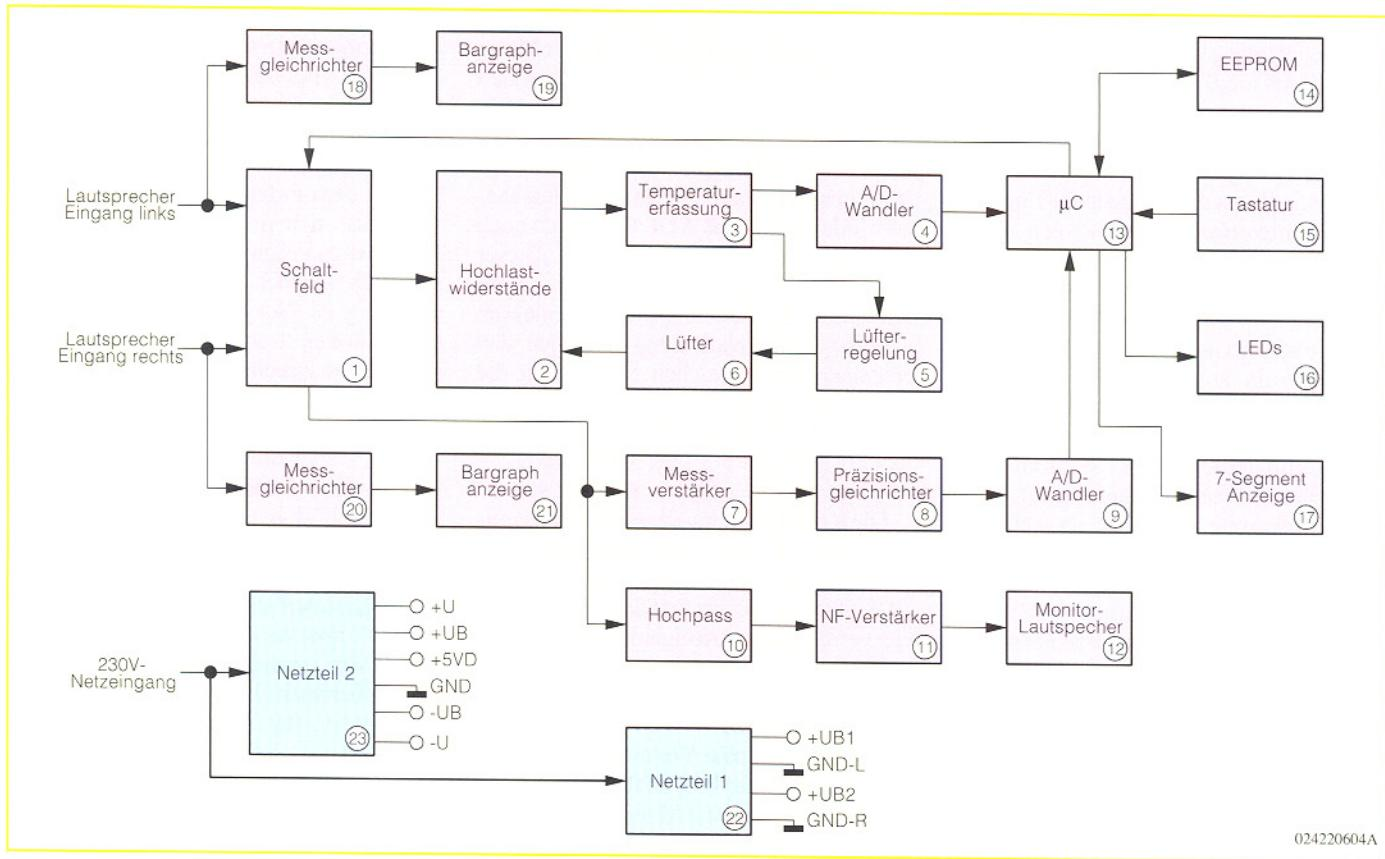

Bild 4: Blockschaltbild des ADL 9000
Zur näheren Erläuterung der Funktionsweise und des Aufbaus ist in Abbildung 4 das Blockschaltbild dargestellt. Die wesentliche Baugruppe ist der Leistungsteil mit den Hochlast-Widerständen (2). Diese bilden die eigentliche Lautsprechernachbildung. Mit dem vorgelagerten Schaltfeld (1) werden die Lautsprechereingänge mit den entsprechend gewählten Impedanzen verschaltet, wobei hier auch die Umschaltung zwischen Stereo- und Monobetrieb erfolgt. Um die Hochlastwiderstände vor dem „Hitzetod“ zu schützen, sorgt ein temperaturgeregelter Lüfter (5) und (6) für eine entsprechende Kühlung. Die Hochlastwiderstände sind auf einem Lüfterkühlkörper-Aggregat montiert, das die maximale Verlustleistung von 200 W gut abführen kann. Sollte aufgrund einer dauerhaften Überlastung die Temperatur jedoch extrem ansteigen, so wird die integrierte Temperaturschutzschaltung aktiviert. Mittels der Temperaturfassung (3) und des A/D-Wandlers (4) ermittelt der Mikrocontroller (13) die KühlkörperTemperatur. Ab einem Warnwert wird der Benutzer über die Überlastung oder die mangelnde Wärmeabfuhr informiert. Steigt die Temperatur dann noch weiter an, so schaltet das